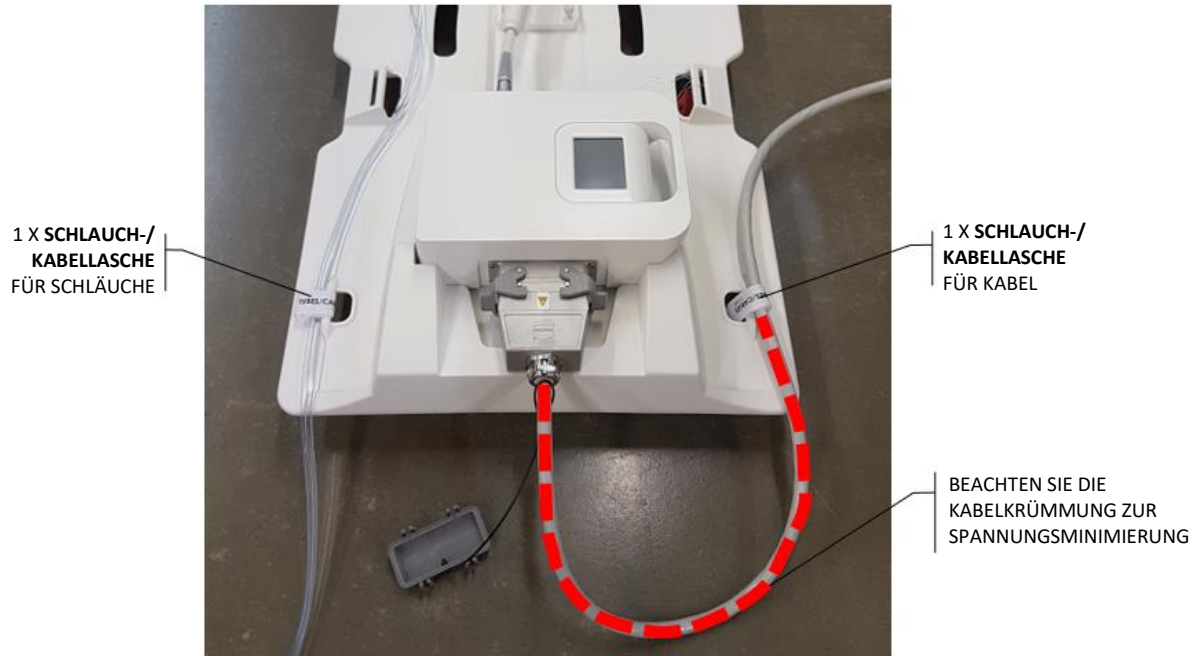

Abbildung 38: Schlauch- und Kabelführung
- d) Vergewissern Sie sich, dass keine Kabel, Schläuche oder andere Materialien eingeklemmt werden können, während der Tisch bewegt wird (*Abbildung 38*).